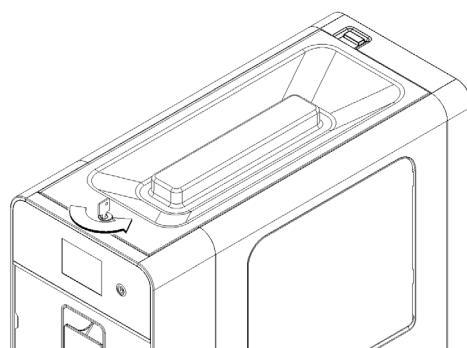
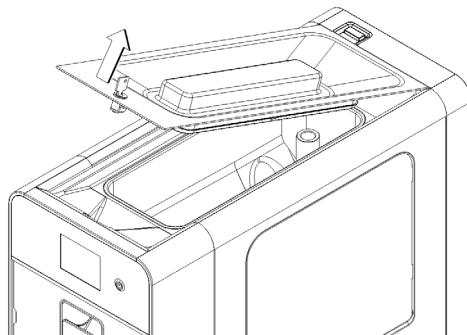

figura 15
figura 16
Nel caso sia presente la serratura per la chiusura di sicurezza del coperchio, ruotare la chiave in senso antiorario. (vedere figura 15)
- 1 Rimuovere il coperchio superiore.(vedere figura 16) Nel caso sia presente la serratura per la chiusura di sicurezza del coperchio, ruotare la chiave in senso antiorario e rimuoverlo. (vedere figura 15)